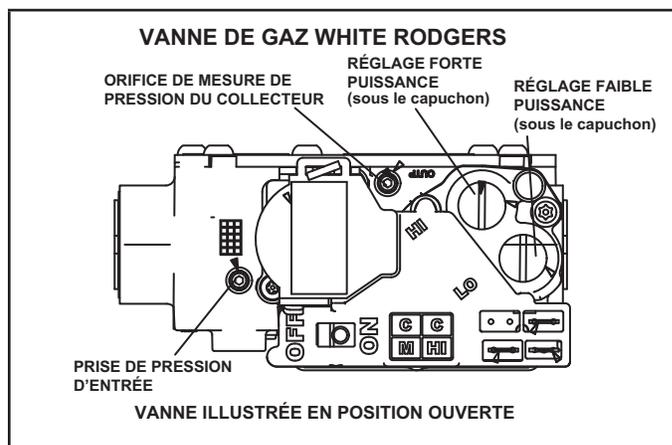

FIGURE 61
### Fonctionnement de la vanne de gaz (FIGURE 61)
- 6 - Mettre le contacteur de la vanne de gaz sur «OFF». Voir FIGURE 61.
- 8 - Mettre le contacteur de la vanne de gaz sur «ON». Voir FIGURE 61.
Une connexion située sur la vanne de gaz permet d'accéder à la pression d'alimentation. Voir FIGURE 61. Dévisser la vis à tête hexagonale de 3/32 d'un tour, brancher un tube de 5/16 po et brancher un manomètre pour mesurer la pression d'alimentation. Voir le TABLEAU 18 pour la pression de la conduite d'alimentation.
Une connexion située sur la vanne de gaz permet d'accéder à la pression du collecteur. Voir FIGURE 61. Dévisser la vis à tête hexagonale de 3/32 d'un tour, brancher un tube de 5/16 po et brancher un manomètre pour mesurer la pression du collecteur.
- 5 - Au besoin, faire les ajustements nécessaires. La FIGURE 61 indique l'emplacement des vis de réglage des puissances mini et maxi.